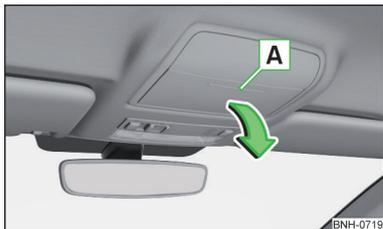

Fig. 86
- ▶ Para **abrir**, presionar sobre la tapa del guardalentes en el área **A**. El compartimiento se abre en el sentido de la flecha » fig. 86.